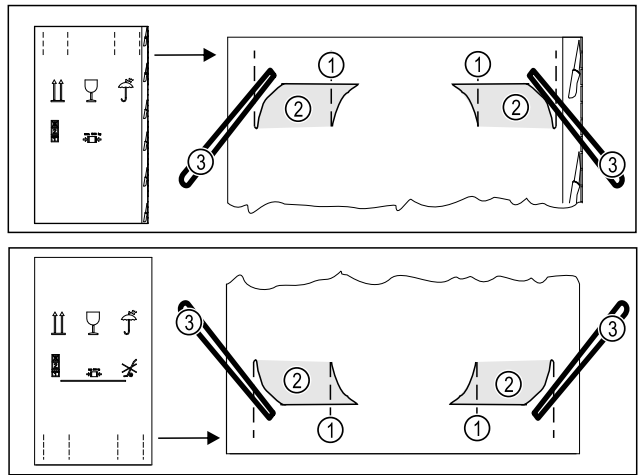

Fig. 5
- Trykk inn emballasjen på toppen og bunnen av perforeringen Fig. 5 (1).
- Trekk ut de inntrykte klaffene Fig. 5 (2).
- Bærestroppene Fig. 5 (3) er synlige.
- Trekk ut alle fire bærestroppene Fig. 5 (3).
- Hold apparatet på alle fire bærestroppene Fig. 5 (3).